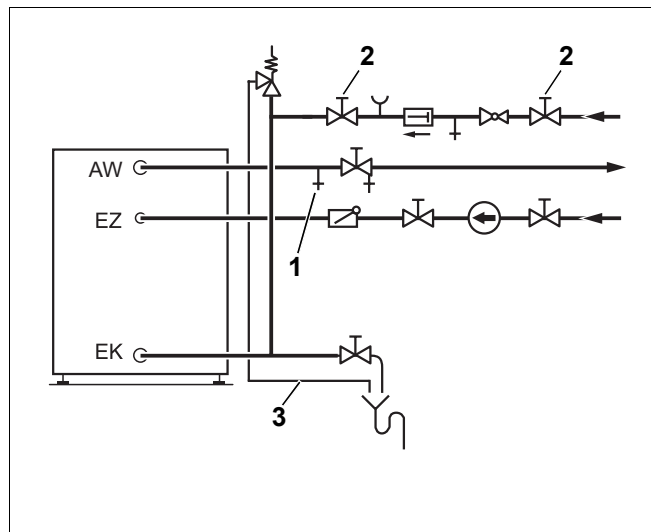

Рис. 11 Монтаж по DIN 1988 (принципиальная схема)
- Для удаления воздуха из бака-водонагревателя открыть вентиль продувки и выпуска воздуха (рис. 11, **поз. 1**) или наиболее высоко расположенный водоразборный кран.
- Для заполнения бака открыть запорный вентиль на входе холодной воды ЕК (рис. 11, **поз. 2**).
- Перед нагревом проверить заполнение водой отопительного котла, бака-водонагревателя и трубопроводов. Для этого открыть вентиль для продувки и выпуска воздуха (рис. 11, **поз. 1**).
- Держите постоянно открытым дренажный трубопровод предохранительного клапана (рис. 11, поз. 3, стр. 14).
- Дренажная линия предохранительного клапана (рис. 11, поз. 3, стр. 14) должна быть постоянно открытой.